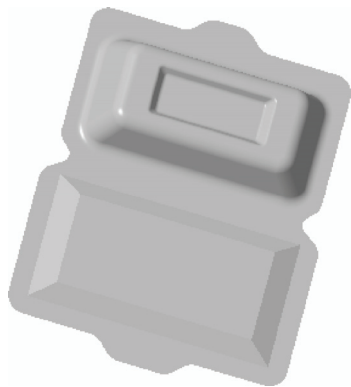

图 16-34 创建混合特征二
STEP 16 单击“关闭”面板中的“确定”按钮，完成截面绘制并退出草绘环境。单击“完成”按钮，完成混合特征的创建，效果如图 16-34 所示。